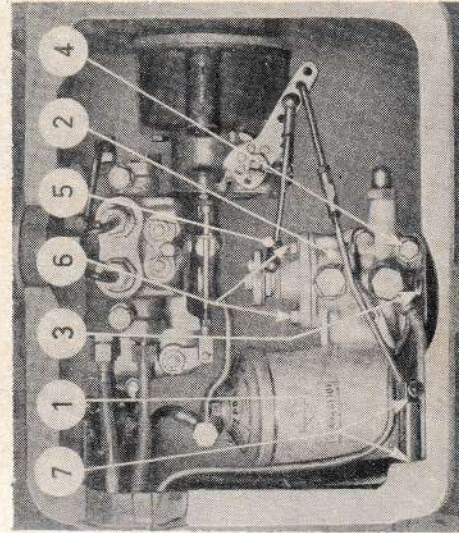

Bild 19
5. 111 SCHMIERÖLFILTER (Bild 19)